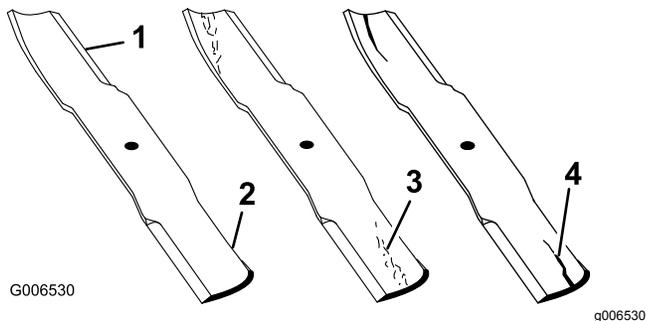

Figura 54
1. Inspeccione los filos de corte (Figura 54).
2. Inspeccione las cuchillas, especialmente la parte curva (Figura 54).
Nota: Si observa daños, desgaste o la formación de una ranura en esta zona (Figura 54, 3 y 4), instale inmediatamente una cuchilla nueva.